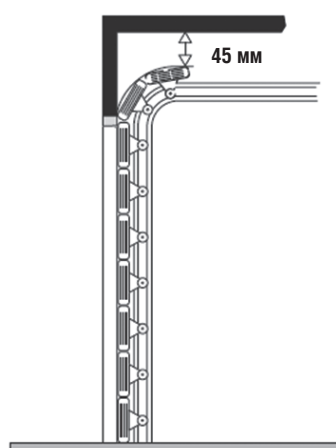

Рис. 1
- Мінімальні просвіти між стелею та верхньою точкою воріт під час їхнього руху повинні становити не менше ніж 45 мм (рис. 1).